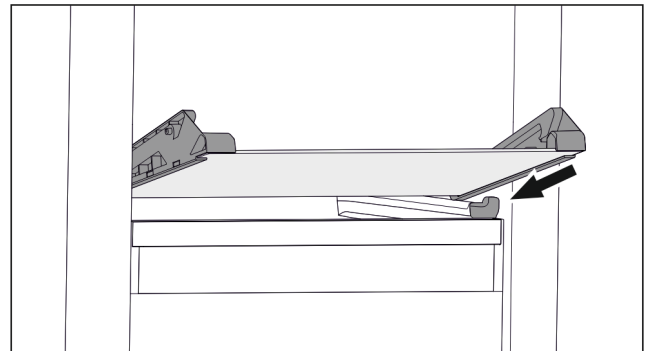

Fig. 93 Ripiano in vetro del cassetto ribaltabile
- ▶ Applicare il ripiano in vetro obliquamente dietro i fermi. (vedere Fig. 93)